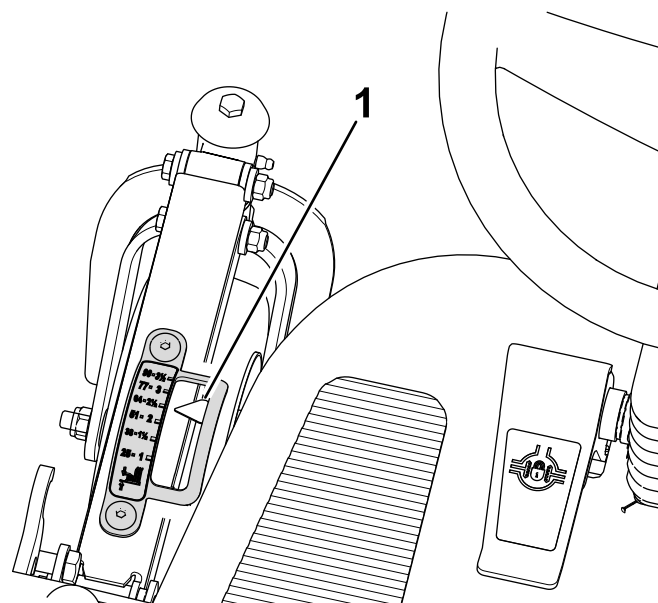
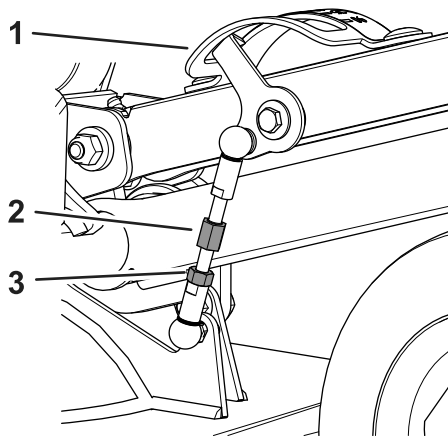

Figura 105
Figura 106
2. Siéntese en el asiento del operador y observe el puntero del indicador de la altura de corte (Figura 105).
- A. Afloje la tuerca autoblocante que fija el enlace de la altura de corte (Figura 106).
- B. Gire el enlace hasta que el puntero del indicador de la altura de corte esté alineado con la marca de 64 mm cuando se ve desde el asiento del operador (Figura 105 y Figura 106).
- C. Apriete la contratuerca (Figura 106).